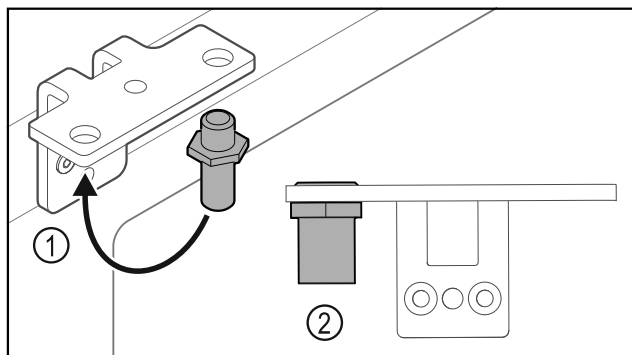

Fig. 30
- ▶ Преместете болта Fig. 30 (1) в ъгъла на пантата.
- ▶ Затегнете болта Fig. 30 (2) с **въртящ момент от 12 Nm**.